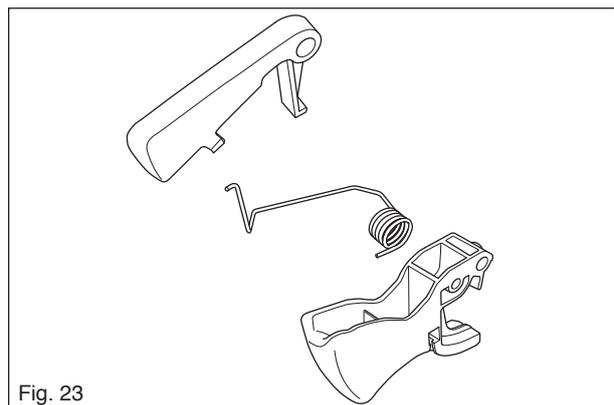

Fig. 23
- Limpie y revise bien todas las piezas (fig. 23). Si se observan grietas u otros desperfectos deberán sustituirse dichas piezas por otras nuevas. Utilice siempre recambios originales.